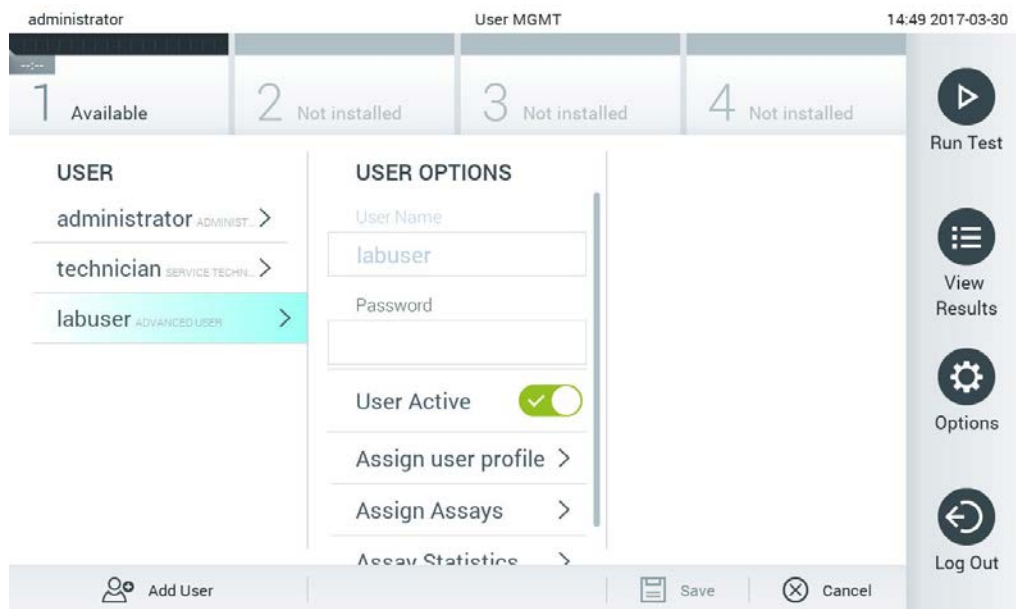

Figura 59. Selectarea și gestionarea utilizatorilor.
2. Selectați utilizatorul pe care doriți să îl gestionați din lista din coloana stângă a zonei de conținut (Figura 59).